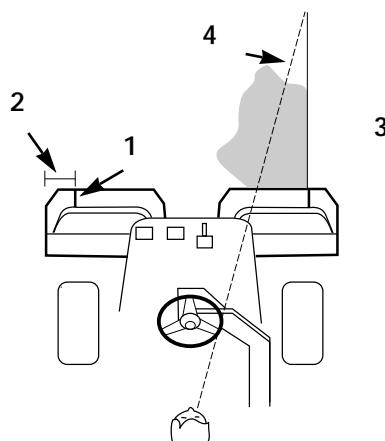

Fig. 13
**2.** Applicare una striscia di nastro bianco, o tracciare una riga con della vernice bianca su ciascun cestello raccoglierba, parallela al bordo esterno dei cestelli (Fig. 13).